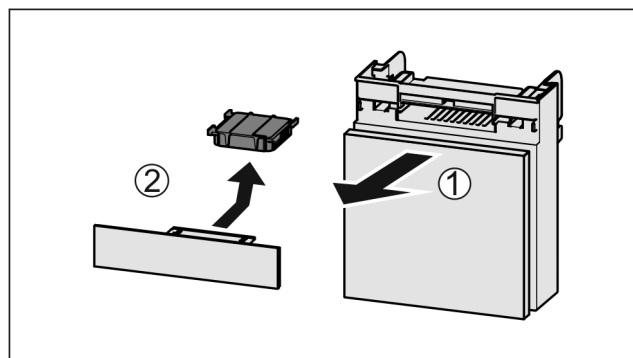

Fig. 129
- ▶ 向前拉出 Fig. 129 (1) 抽屉。
- ▶ 取出 Fig. 129 (2) 活性炭过滤器。